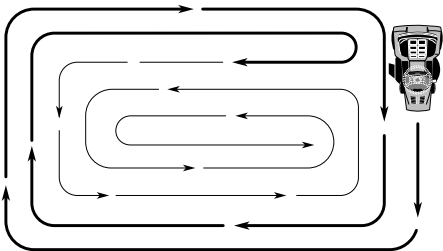

Fig. 14
ENLEVER LA LAME (Voir la Fig. 14)
4. Déplacez le levier de la commande de déplacement à la position de marche avant et tenez-le pendant cinq (5) secondes. Répétez ce procédé trois (3) fois.
8. Déplacez lentement le levier de la commande de déplacement à la position de marche avant et ensuite quand le tracteur bouge environ de 150 cm (5 pieds), déplacez lentement le levier à la position de marche arrière. Après que le tracteur bouge environ de 150 cm (5 pieds), retournez le levier de la commande de déplacement à la position point mort. Répétez ce procédé trois (3) fois.
- Pour tondre une grande surface, on vous conseille de commencer par tourner à droite, de façon à ce que l'herbe ne soit pas déversée sur les arbustes, les clôtures, les allées, etc. Après un ou deux tours, tondez en sens inverse en tournant à gauche jusqu'à ce que le travail soit achevé (Voir la Fig. 14).